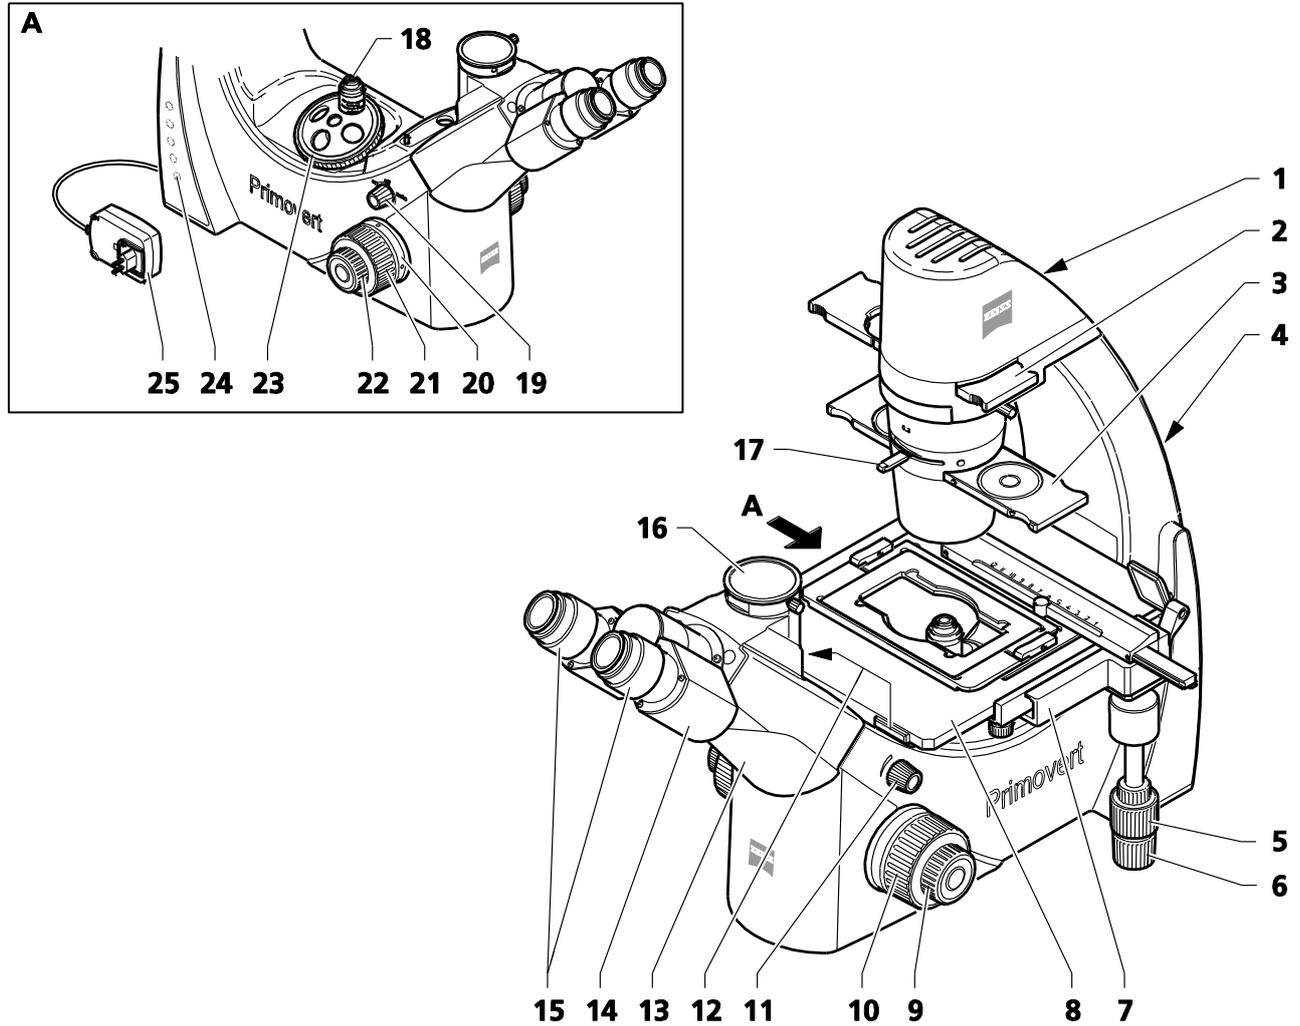

Fig. 11 Éléments opérationnels de Primovert avec tube binoculaire, ergotube et phototube
**Légende de la Fig. 11 :**
- Régler l'intensité d'éclairage souhaitée à l'aide du bouton rotatif (Fig. 11/11).
L'intensité sélectionnée est indiquée en cinq étapes par les diodes électroluminescentes bleues (Fig. 11/24) disposées des deux côtés du support.
- Le couple de serrage du tambour de mise au point rapide est réglé en usine et peut être ajusté de nouveau si nécessaire. Pour ce faire, insérer un tournevis dans l'un des quatre trous de la bague disposés radialement (Fig. 11/20), maintenir le tambour de mise au point rapide (Fig. 11/21) en position et tourner l'anneau avec le tournevis vers la droite ou la gauche afin de régler le couple du tambour de mise au point rapide au niveau souhaité.